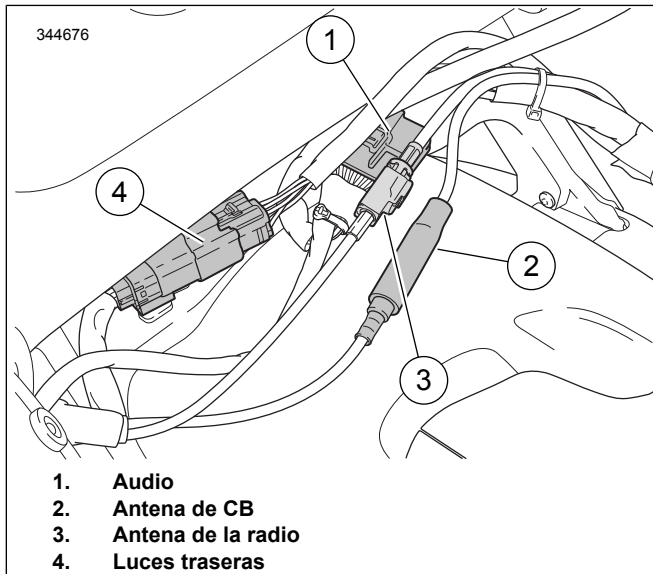

Figura 2. Conectores de Tour-Pak
- a. Ver Figura 2 . Separe los conectores eléctricos.